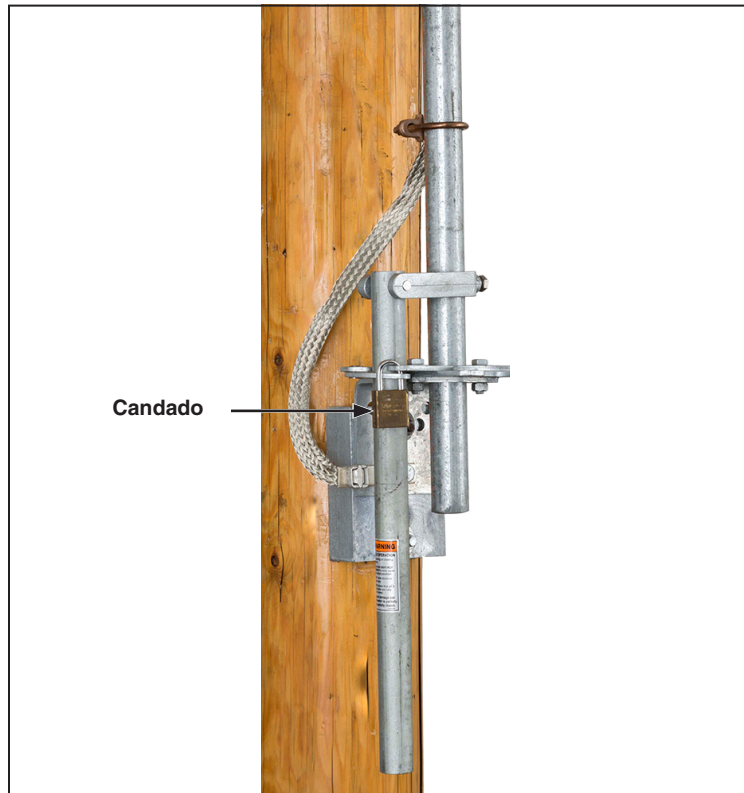

Figura 48. Remueva el(los) candado(s).
- (a) Retire el(los) candado(s) de la aldaba del conjunto de la palanca de operación. Vea la Figura 48.